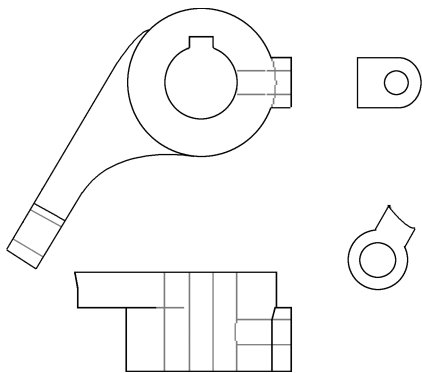
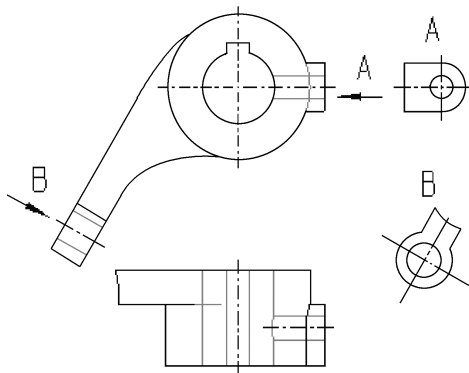

图 10-111 移动各视图的位置
图 10-112 显示中心线并标记各视图
(10) 使用鼠标左键将各局部视图和斜视图拖动到如图 10-111 所示的位置。
(11) 单击【确定】按钮，仰视图可以任意移动。使用鼠标左键将仰视图拖动到合适的位置，松开鼠标左键，完成仰视图的移动。
(12) 按照【例 10-4】的方法显示各个视图的中心线。对于长度不合适的中心线，可以先选中中心线，然后使用鼠标左键拖动其端点修改其长度。
(13) 按照【例 10-4】的方法标注投影方向和字母，最后生成的工程图如图 10-112 所示。